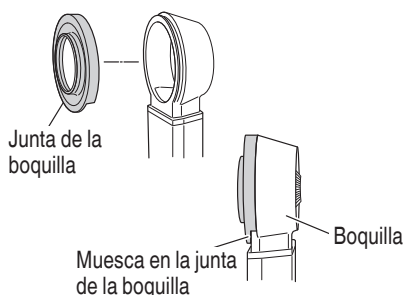

Fig. 26
- (3) Coloque la tapa del filtro.
7. Reemplazo de la junta de la boquilla y la tapa del cepillo (Fig. 26, 27)
- (a) Sustitución de la junta de la boquilla (Fig. 26)